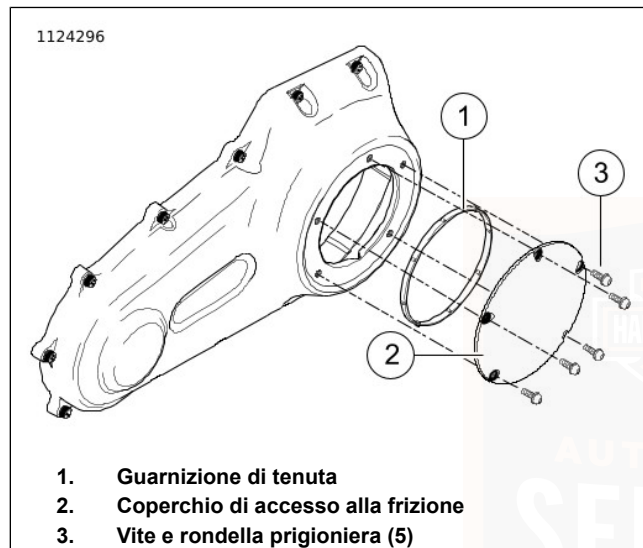
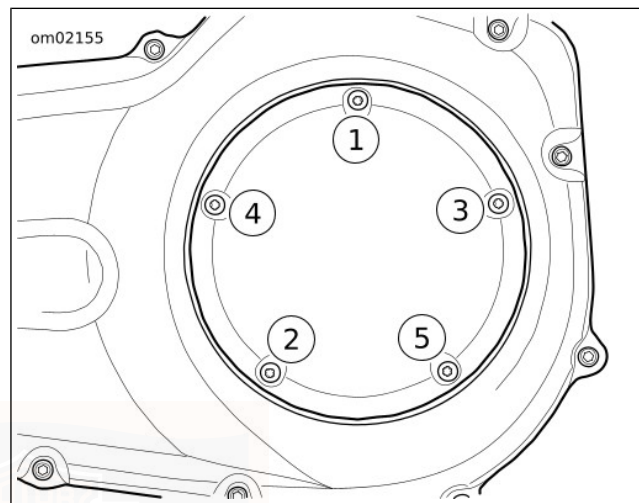

Figura 53. Coperchio della frizione (tipico)
Figura 54. Sequenza di serraggio del coperchio della frizione
6. Vedere Figura 53. Rimuovere le viti (3) e il coperchio di accesso alla frizione (2).
7. Rimuovere la guarnizione di tenuta (1). Asciugare l'olio dal coperchio di trasmissione primaria e dalla scanalatura nel coperchio di accesso.
- a. Vedere Figura 53. Installare la **nuova** guarnizione di tenuta (1) nella scanalatura nel coperchio.
- b. Fissare il coperchio di accesso alla frizione con le viti e le rondelle prigioniere (3).
- c. Vedere Figura 54. Serrare nella sequenza mostrata.